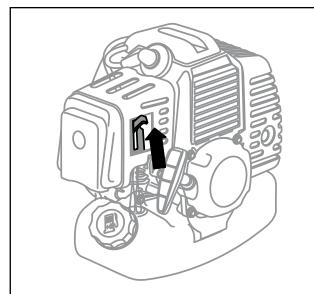

Рис. 12
- Переведите рычаг воздушной заслонки в верхнее положение – || / «Закрыто» (рис. 12).
7. Переведите рычаг воздушной заслонки (рис. 12) в нижнее положение ||| «Открыто».
1. Переведите рычаг воздушной заслонки в нижнее положение – ||| «Открыто» (рис. 12).